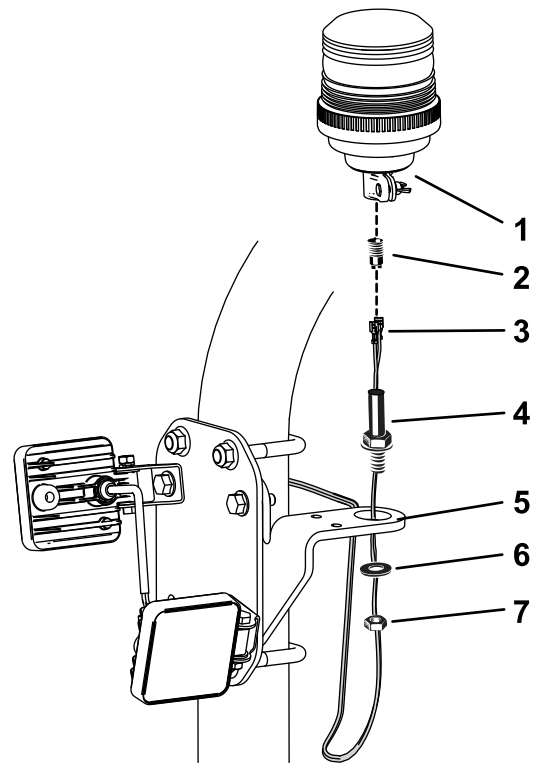

図 5
注 ビーコンのコネクタは、ビーコンソケットにねじ込まれています。はずして接続することができません **図 5**。
7. **図 5**のように、ビーコンをブラケットに取り付ける。